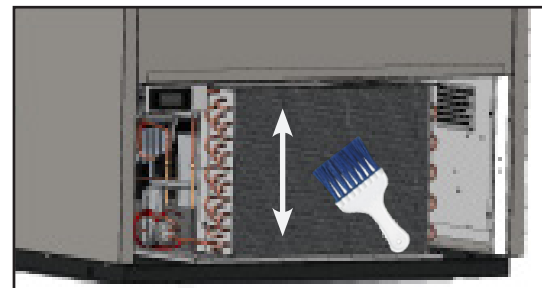

Fig. 3. Limpie el serpentín del condensador.
4. Limpie con cuidado la suciedad acumulada en las aletas frontales del serpentín del condensador con un cepillo de cerdas duras. Ver la fig. 3.